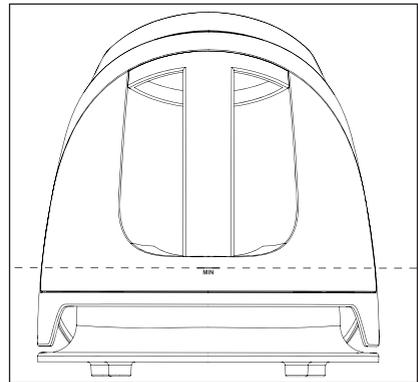

Fig. 1
- ▶ Dès que le niveau du réservoir à eau **7** passe sous le repère **MIN** (voir fig. 1), l'eau n'est plus pompée dans la chambre à vapeur et l'émission de vapeur s'arrête.